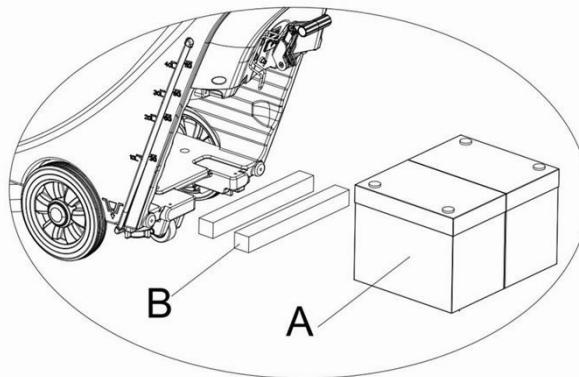

Figure 6
- 2) Pour une batterie de longueur inférieure à 270 mm, utilisez 2 parties de la platine de fixation (B, Figure 6) et placez-les côté à côté à l'intérieur de la batterie du réservoir d'eau;
- 3) Pour une batterie avec une longueur comprise entre 270 et 310, utilisez 1 partie de la platine de fixation (B, Figure 6) et placez-la à l'intérieur de la batterie du réservoir d'eau;